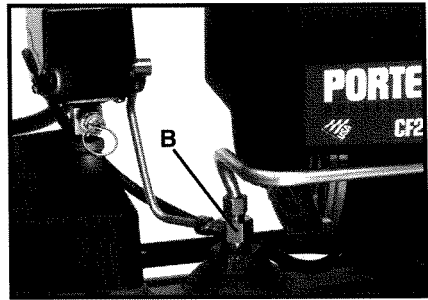

Fig. 2
**Válvula de retención (B), Fig. 2:** Cuando el compresor de aire está funcionando, la válvula de retención está “abierta”, permitiendo que entre aire comprimido en el tanque de aire. Cuando el compresor de aire alcanza la presión de “desconexión”, la válvula de retención se “cierra”, permitiendo que el aire a presión permanezca en el interior del tanque de aire.